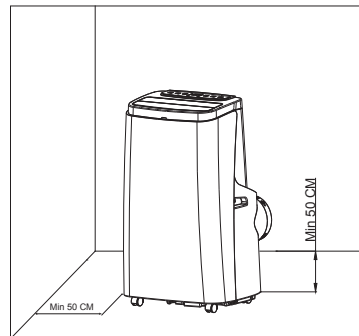

Bild 4
- Flytta maskinen med installerat värmerör och fästen framför fönstret, och håll ett avstånd mellan höljet och väggarna eller övriga objekt på minst 50 cm (se bild 4).